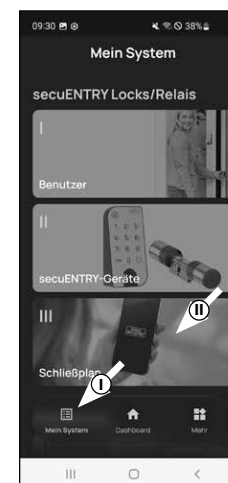

Abb. 1
2 Öffnen Sie das Menü „Mein System“ (I) (Abb. 1)
3 Tippen Sie auf den dritten Menüpunkt III - „Schließplan“ (II) (Abb. 1).